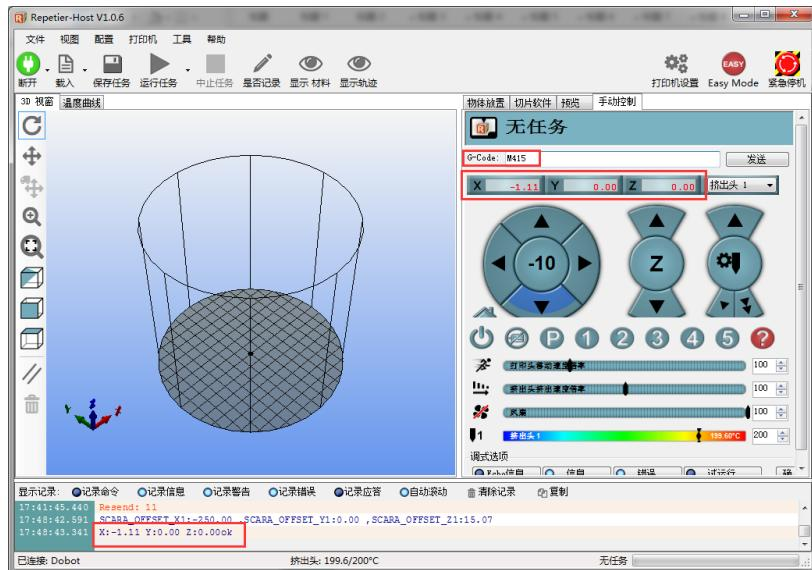

图 5.130 获取机械臂坐标
2. 在Repetier Host页面右侧“G-Code”栏输入M415并回车，保存Z轴坐标，如图 5.130所示。